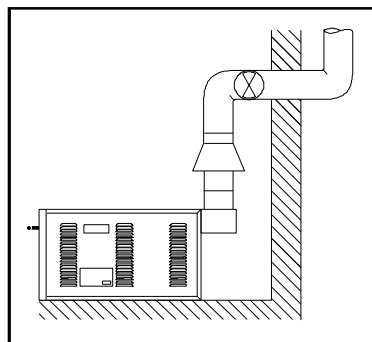

ABB. 12 (ABFÜHRUNG MITTELS VENTILATOR)
2) Abluft über Ventilator (Abb. 12)